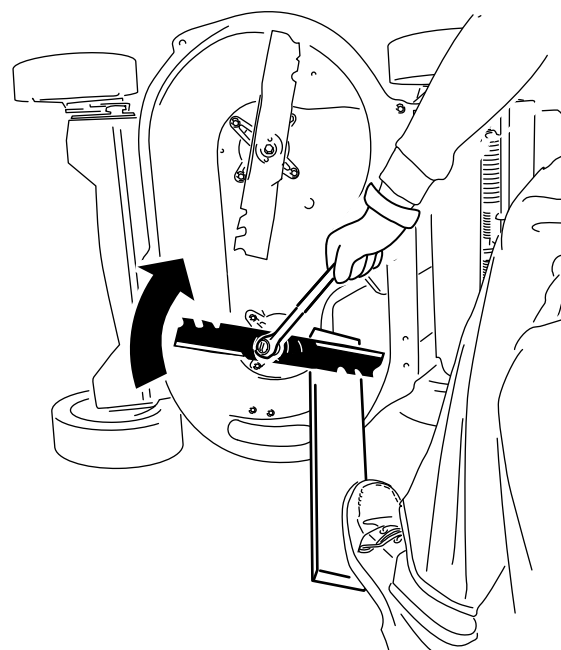

Figura 38
2. Fixați fiecare lamă cu o placă și rotiți urubul lamei în sensul acelor de ceasornic, cu o cheie dinamometrică, aa cum este indicat în Figura 38; strângeți urubul fiecărei lame la 82 Nm.